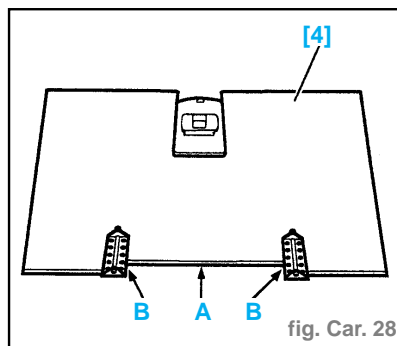

fig. Car. 28
- Positionner le gabarit de positionnement embases (réf. 1337) sur le début de la zone de captage (A) en partie supérieure (fig. Car. 28).
- Centrer les bords (B) sur les coins.